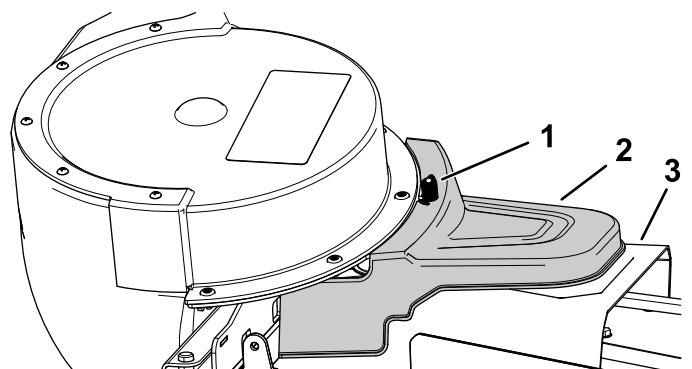

Figura 27
- Instale la cubierta del ensacador motorizado sobre la cubierta de la correa y apriete el pomo para sujetarlo (Figura 27).